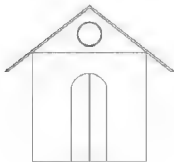

图 4-14
**步骤 1:** 打开需要进行偏移的对象文件，如图 4-14 所示。